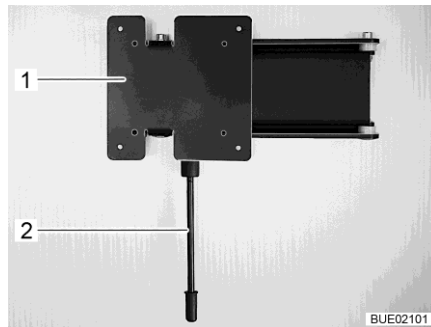

Bild 86 Vägghållare
- Dra låsspaken (Bild 86,1) nedåt och sväng fästet (Bild 86,2) med den platta bildskärmen till önskat läge.